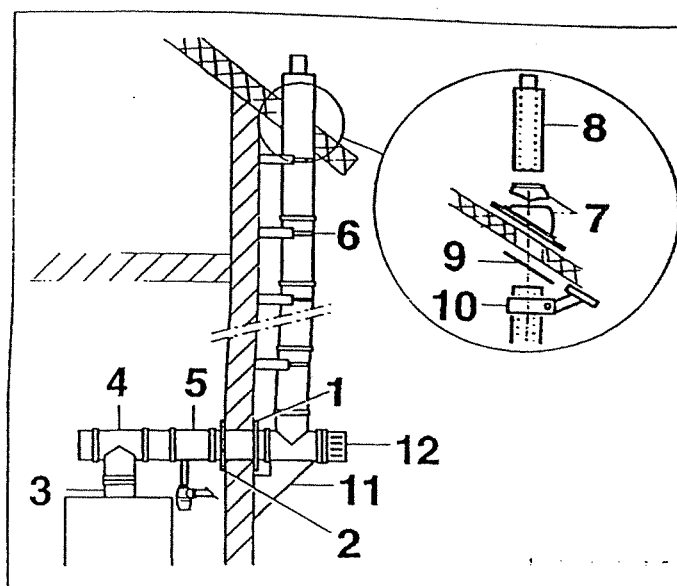

Fig. 15 Raccordo facciata-parete esterna
- ◆ Avvitare la copertura esterna (Fig. 15, punto 1) alla parete, ed inserire dall'esterno il tubo concentrico.
- ◆ Spingere dal di dentro la copertura interna (Fig. 15, punto 2) sul tubo concentrico, centrarla ed avvitarla.
- ◆ Inserire il tubo concentrico con fori per inserzione sonda di misura temp. gas di scarico (Fig. 15, punto 4) sul tronchetto di scarico della U104 WG / WKG.
- ◆ Montare il tubo concentrico a T ispezionabile (Fig. 15, punto 4).
- ◆ Montare lo scarico condensa concentrico (Fig. 15, punto 5).
- ◆ Fissare i distanziali alla parete esterna (Fig. 15, punto 6). Assicurarsi che non superino la distanza massima di 2 m e che non si trovino in corrispondenza degli innesti (a bicchiere).
- ◆ Applicare una tegola universale con cappuccio per pioggia (Fig. 15, punto 7).
- ◆ Inserire in quest'ultima, dall'alto, la tubazione concentrica dei gas di scarico (Fig. 15, punto 8) fino al punto di arresto.
- ◆ Controllare che la tubazione sia verticale, quindi avvitare la copertura interna a due pezzi (Fig. 15, punto 9).
- ◆ Spingere dal basso la fascetta di fissaggio (Fig. 15, punto 10) sulla tubazione dei gas di scarico, ed avvitarla.
- ◆ Inserire e fissare il supporto (Fig. 15, punto 11) per il tubo a T.
- ◆ Montare la curva concentrica a T con grata di alimentazione aria (Fig. 15, punto 12). Fare attenzione alle misure dei distanziali.